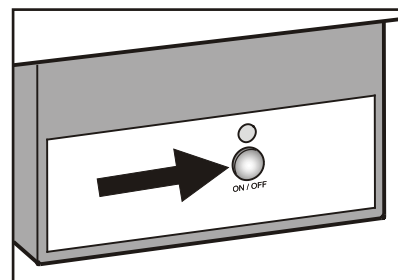

Figure 20
- Appuyer sur la touche du boîtier de la fabrique à glaçons (**Figure 20**) pendant environ 3 secondes. La DEL située au-dessus du bouton se met à clignoter.
*La fabrique à glaçons peut être mise en marche ou arrêtée en appuyant pendant environ 1 seconde sur la touche « On/Off » du boîtier de la fabrique à glaçons (**Figure 20**).*